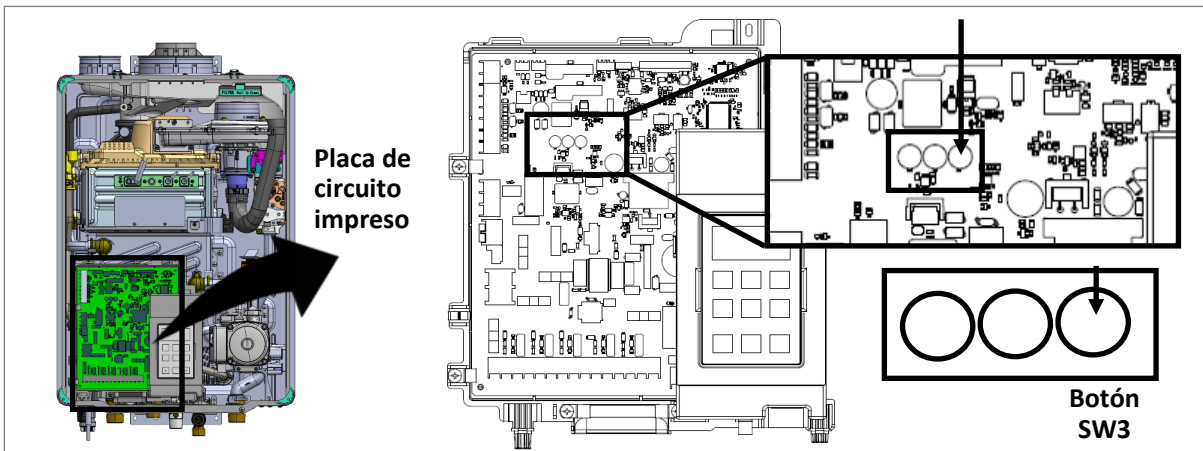
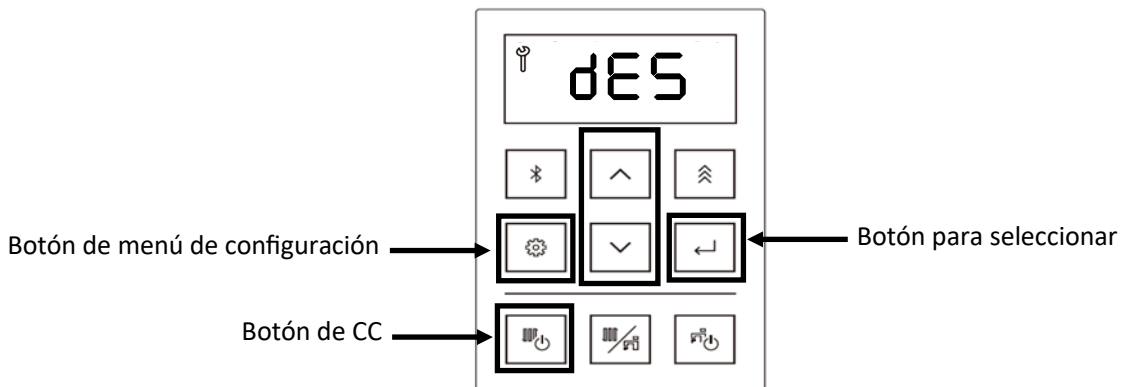

Figura 140
Figura 141
4. Pulse el botón SW3 de la placa de circuito impreso (Figura 140).
5. Pulse el botón de flecha arriba o abajo del mando para seleccionar dES (descalcificación) (Figura 141).
6. Pulse el botón Seleccionar para seleccionar el dES (figura 141).
8. Pulse el botón de calefacción central (CC) para iniciar la cuenta regresiva (figura 141).
Nota: Si necesita cancelar este procedimiento, puede pulsar el botón del menú de configuración del mando (Figura 141), o pulsar el botón SW3 de la placa del circuito impreso (Figura 140).